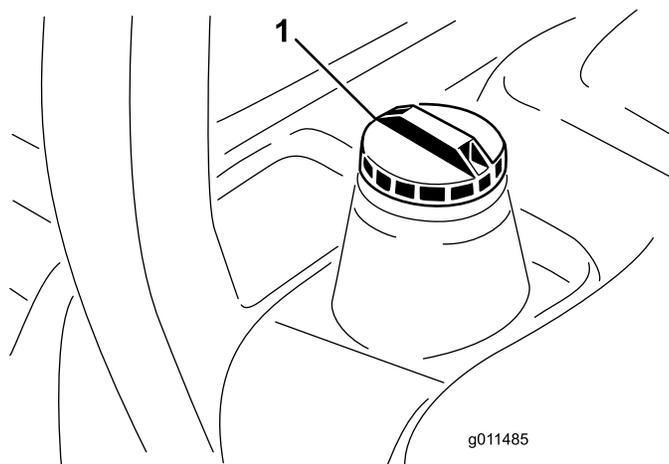

Рисунок 20
3. Снимите крышку топливного бака (Рисунок 20).